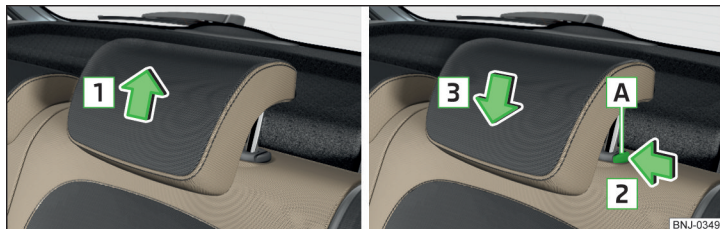

Fig. 74 Reglarea pe înălțime a tetierei
- Prindeți tetiera și împingeți-o **în sus** în sensul săgeții **1** » fig. 74.